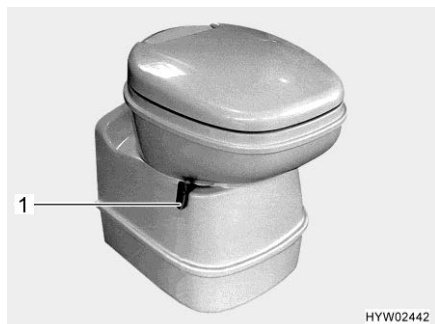
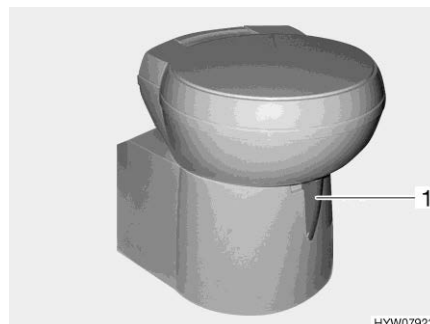

Bild 206 Thetford-toalettskål, svängbar
Bild 207 Thetford-toalettskål, svängbar (alternativ)
- Öppna spjället på Thetford-toaletten före spolning. Skjut för detta spjällspaken (Bild 206,1 resp. Bild 207,1) moturs.